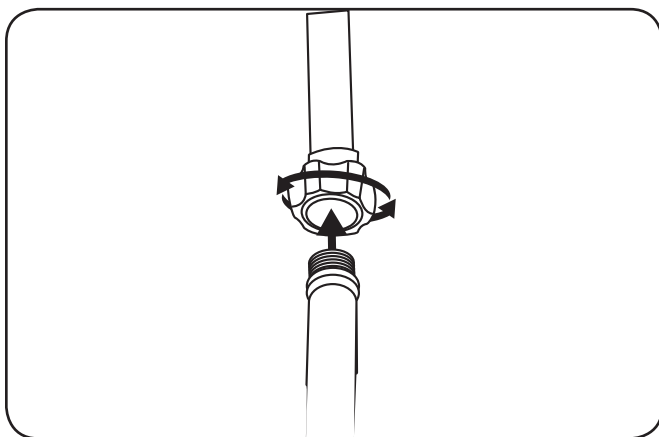

Figure 5-2
- Branchez la source d'eau à l'orifice d'entrée de la pompe. Voir Figure 5-2.